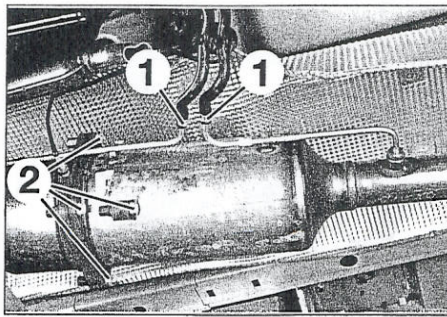

FIGURA 1-16
- Desconectar y taponar las orificios de toma de presión (1) (figura 1-16).
- las 4 tuercas (2) de fijación del conjunto precatalizador del turbocompresor (figura 1-16).